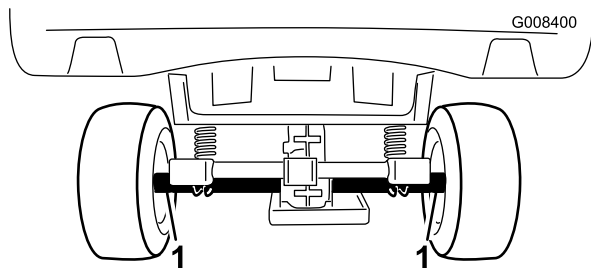
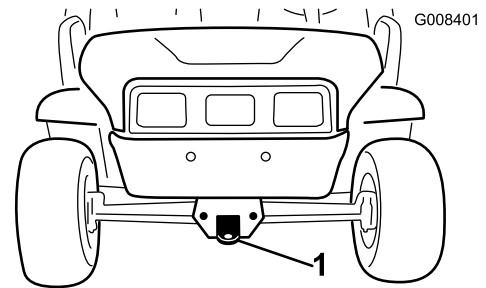

Figure 17
Figure 18
la remorque. L'emplacement des points d'attache est indiqué à la Figure 17 et Figure 18.
2. Accrochez un câble de remorquage à la flèche d'attelage à l'avant du châssis (Figure 18).